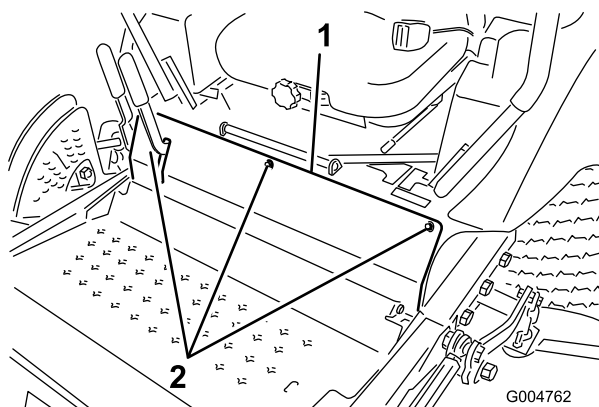

Figure 60
2. Retirez les boulons de fixation du panneau avant et déposez le panneau (Figure 60).